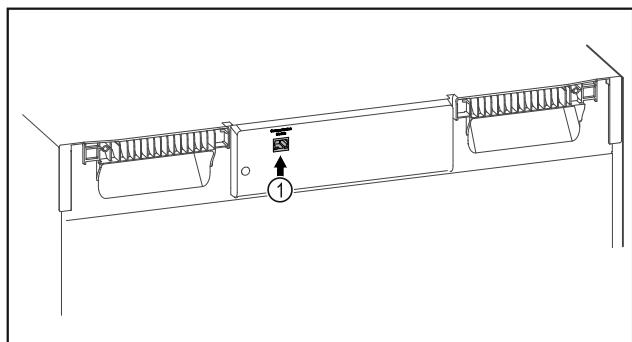

Fig. 101
- SmartModule Fig. 101 (1) se rabi.